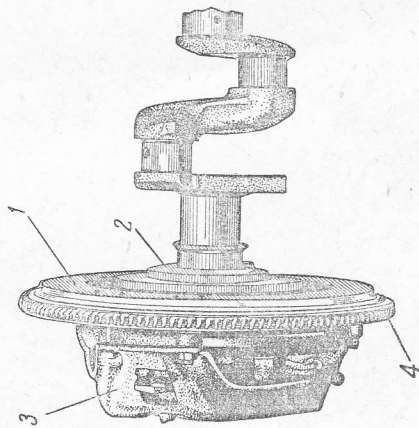

Рис. 31. Маховик:
10) Маховик (рис. 31) — массивный чугунный диск 1, укрепленный на фланце 2 коленчатого вала. Роль маховика заключается в том, что он, обладая большой массой, а следовательно, и инерцией, заставляет вращаться коленчатый вал равномерно в промежутках между рабочими ходами. К маховику прикрепляется сцепление 3 и этим обеспечивается связь между двигателем и силовой передачей. На маховик напрессован зубчатый венец 4, при помощи которого стартер (электродвигатель) поворачивает коленчатый вал при запуске двигателя.